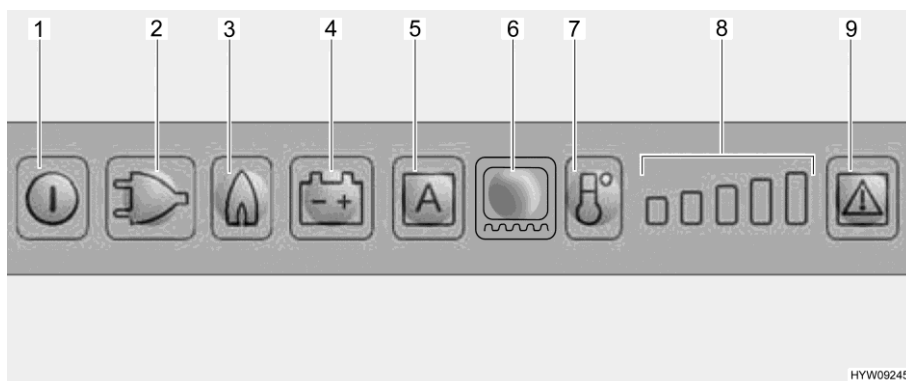

Fig. 162 Quadro comandi LED (frigorifero Dometic)
Se è impostata la modalità di funzionamento "AES", la tensione a 230 V **non** è allacciata e il motore del veicolo è **spento**, il sistema AES seleziona il rifornimento di gas. Selezionando il funzionamento a gas, il dispositivo di sicurezza si apre automaticamente, così che il gas possa fluire al bruciatore. Contemporaneamente si inserisce l'accenditore elettronico. Se la fiamma del gas si spegne, p. es. a causa di un colpo di vento, l'accenditore viene subito azionato riaccendendo il gas. In caso di guasto del funzionamento a gas, i tasti luminosi relativi a gas (Fig. 162,3) e guasto (Fig. 162,9) lampeggiano e viene emesso un segnale acustico per 20 secondi.
Dopo l'accensione il frigorifero seleziona automaticamente la regolazione intermedia del termostato. Questa regolazione può essere modificata manualmente tramite il tasto di selezione del livello di temperatura (Fig. 162,7). Le spie di controllo (Fig. 162,8) indicano la temperatura selezionata sul termostato. Il tasto di selezione del livello di temperatura permette di regolare la temperatura di refrigerazione per tutti e tre i tipi di energia. Ci vogliono alcune ore prima che il frigorifero raggiunga la temperatura normale di esercizio. Cambiando la modalità di funzionamento la regolazione del termostato non viene modificata. La temperatura di refrigerazione è indipendente dal tipo di energia utilizzata.
- Accendere il riscaldamento del telaio per 2 ore: Premere una volta il tasto luminoso per il riscaldamento del telaio (Fig. 162,6). Sull'indicazione dei gradi di temperatura (Fig. 162,8) si accende una barra.
- Accendere il riscaldamento del telaio per 5 ore: Premere due volte il tasto luminoso per il riscaldamento del telaio (Fig. 162,6). Sull'indicazione dei gradi di temperatura (Fig. 162,8) si accendono due barre.
- Regolazione del riscaldamento del telaio ad esercizio continuo: Premere tre volte il tasto luminoso per il riscaldamento del telaio (Fig. 162,6). Sull'indicazione dei gradi di temperatura (Fig. 162,8) si accendono tre barre.
L'indicazione dei gradi di temperatura (Fig. 162,8) indica per alcuni secondi la durata di esercizio del riscaldamento del telaio.
Nel caso di temperature esterne ed umidità dell'aria elevate è possibile che si formino gocce d'acqua sul telaio in metallo del vano congelatore. Per questo motivo il frigorifero è dotato di un riscaldamento del telaio per il vano congelatore. Nel caso di temperature e umidità dell'aria elevate, accendere il riscaldamento del telaio con il tasto luminoso per il riscaldamento del telaio (Fig. 162,6). È possibile così evitare fenomeni di corrosione. Quando il riscaldamento del telaio è acceso, si accende il tasto luminoso (Fig. 162,6).
- Premere il tasto On/Off (Fig. 162,1) per circa 2 secondi. Il frigorifero si accende e viene visualizzato l'ultimo tipo di energia impostato, oppure "AES".
- Impostare la temperatura di refrigerazione con il tasto di selezione del livello di temperatura (Fig. 162,7). Le spie di controllo (Fig. 162,8) indicano la temperatura selezionata sul termostato.
- Premere il tasto On/Off (Fig. 162,1) per circa 2 secondi. Il frigorifero si spegne e le indicazioni smettono di lampeggiare.